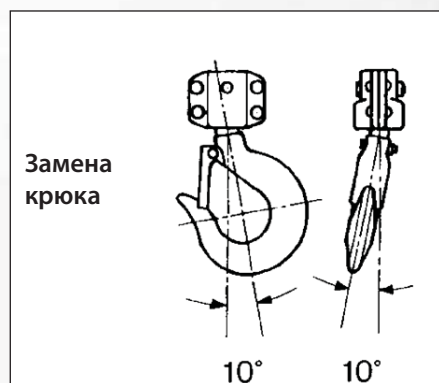

рис. 3
- Если вертикальный угол у шейки нижнего или верхнего крюка  $10^\circ$ , замените крюк. См. рис. 3.